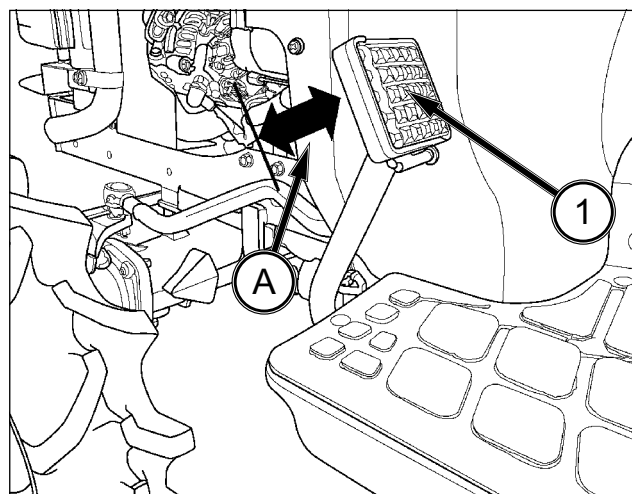

FIG. 115
FIG. 115 et 116 : Contrôlez régulièrement la garde d'embrayage et réglez-la si nécessaire. La garde d'embrayage (A) est bonne quand elle mesure de 20 à 30 mm en mesurant à l'arrière de la pédale (1) comme illustré.